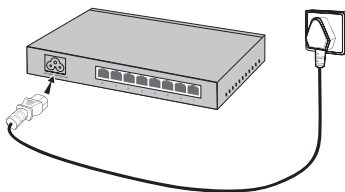

图3-2 电源连接示意图
2. 交换机原装电源线连接交换机与电源插座，如图3-2所示。